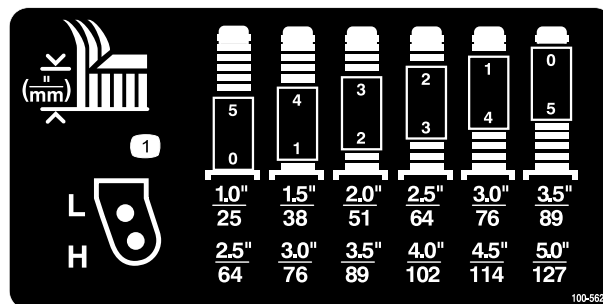

Figure 7
2. Placez les essieux des roues pivotantes dans les mêmes trous sur les deux fourches. Pour choisir les trous corrects pour la hauteur de coupe requise, reportez-vous à la Figure 6 et la Figure 7.
Pour déterminer les combinaisons d'entretoises requises pour les différentes hauteurs de coupe, reportez-vous à la Figure 7.